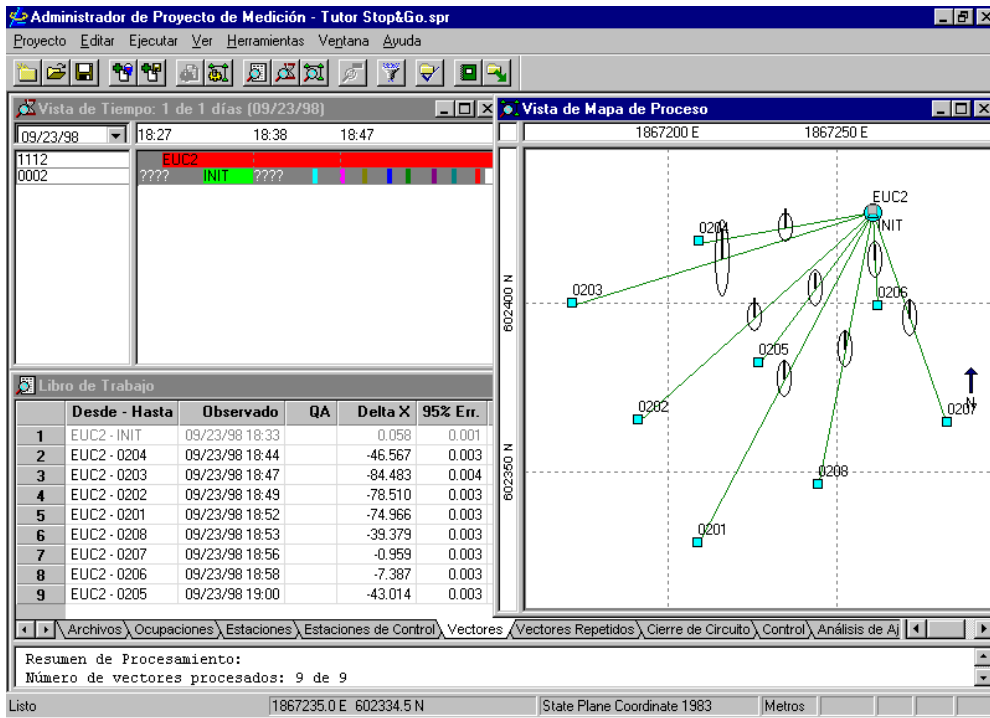

Figura 13.9. Datos Cinemáticos Procesados
22. Seleccione **Todo** en el menú de **Procesamiento** en el menú Ejecutar. Cuando el procesamiento está completo, debiéramos tener nueve vectores(Figura 13.9).